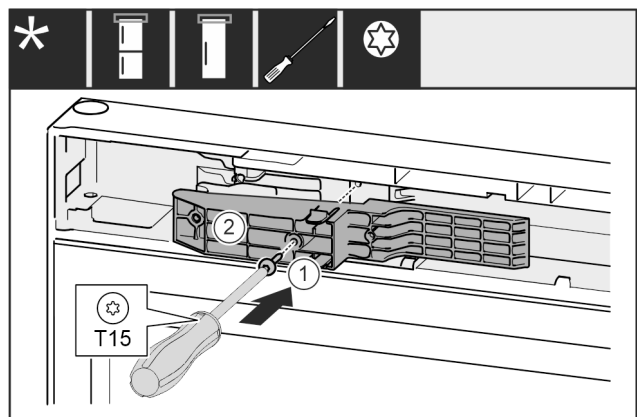

Fig. 70 *
- ▶ Placer l'adaptateur Fig. 70 (1) côté poignée dans l'évidement.*
- ▶ Serrer la vis Fig. 70 (2) avec un tournevis.*